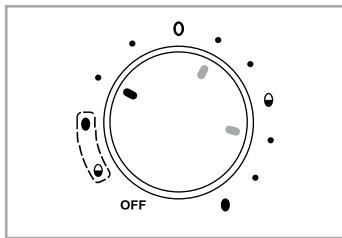

Fig. 2
- Sélectionnez le point gauche de la zone de réglage respective (voir fig 2) si